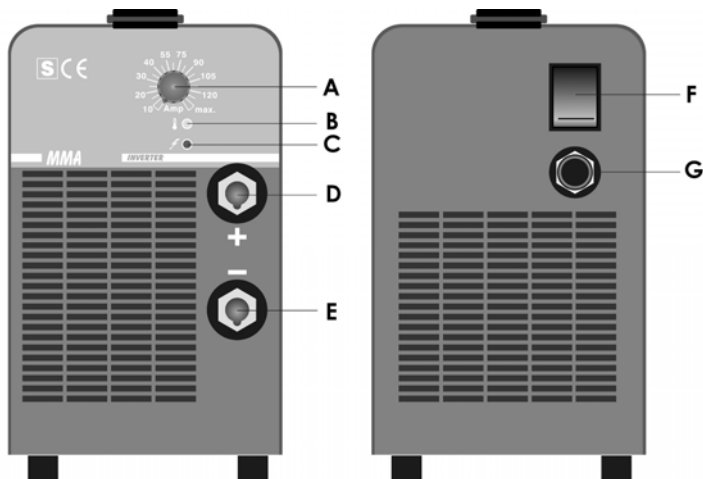

Fig. 1
Se intervengono (accensione LED B fig.1), é necessario attendere qualche minuto per avere il ripristino dell'apparecchio.
- Assicurarsi che l'interruttore F (fig.1) sia sulla posizione O o che la spina del cavo di alimentazione non sia inserita nella presa di alimentazione quindi collegare i cavi di saldatura rispettando la polarità richiesta dal costruttore di elettrodi che andrete ad utilizzare.
- Accendere la macchina mediante l'interruttore F (fig.1).
- Accendere la macchina mediante l'interruttore F (fig. 1).